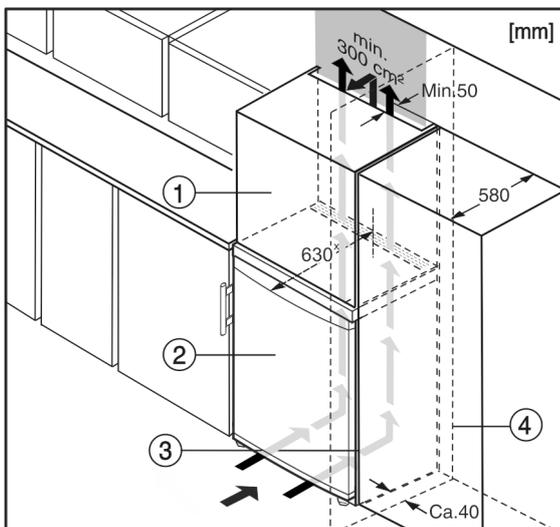

Fig. 10
(2) Устройство*
(4) Стена*
Устройство может быть окружено кухонными шкафами. Чтобы уравнять устройство Fig. 10 (2) по высоте с кухонной стенкой, можно установить над устройством дополнительный шкафчик Fig. 10 (1).
При комбинировании с кухонными шкафами (глубина макс. 580 мм) устройство можно установить непосредственно рядом с кухонным шкафом Fig. 10 (3). Устройство выступает сбоку на 34 мм * и по центру на 50 мм * относительно передней стенки кухонного шкафа.*
Если устройство установлено на шарнирах у стены Fig. 10 (4), то расстояние между устройством и стеной должно быть не менее 40 мм. Настольно выступает ручка при открытой дверце.*